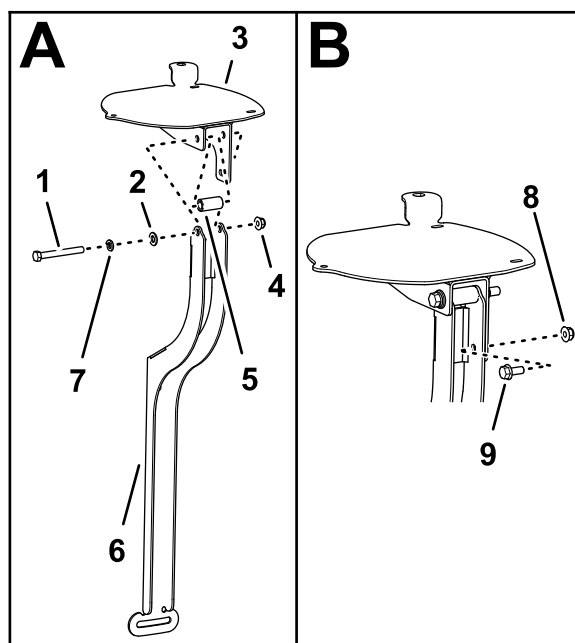

Figura 152
1. Alinee los orificios de la placa del receptor de navegación, del espaciador (3/8" x 1") y del soporte del receptor (Figura 152).
2. Monte la placa del receptor y el espaciador en el soporte con un perno (3/8" x 3 1/4"), una arandela de freno (3/8"), una arandela (3/8" x 13/16") y una contratuerca con arandela prensada (3/8"), según se muestra en Figura 152.
3. Monte el perno con arandela prensada (5/16" x 3/4") y la tuerca con arandela prensada (5/16") en el orificio más pequeño del soporte del receptor y la ranura de la placa del receptor (Figura 152).